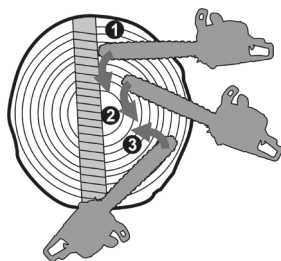

Рисунок 17. Схема розпилювання колоди із використанням зубчастого упору бензопили.
2. Розпиляти колоду, занурюючи пилку в деревину методом обертання, використовуючи упор як додатковий важіль (рис. 17).